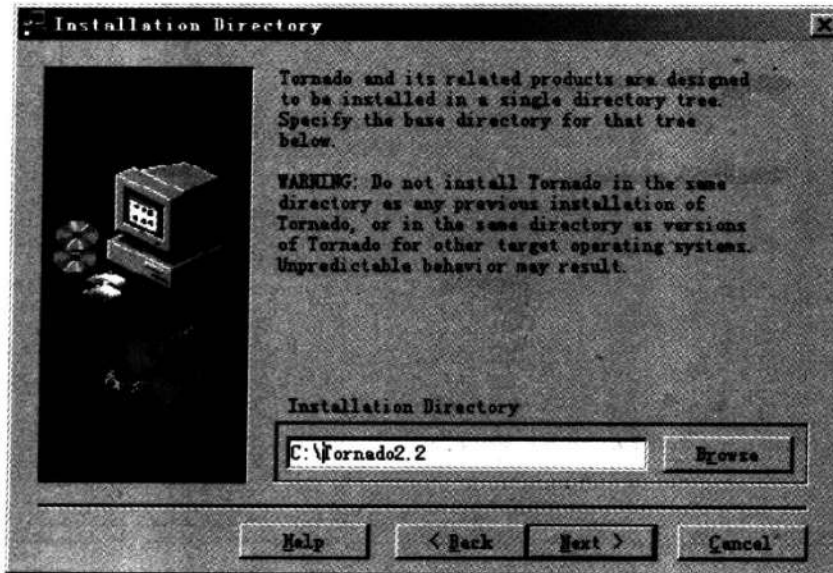

图 3-6 选择安装路径
⑤ 输入一个安装路径,如图 3-6 所示,可单击 Browser 按钮来选择安装路径,或者直接输入安装路径。